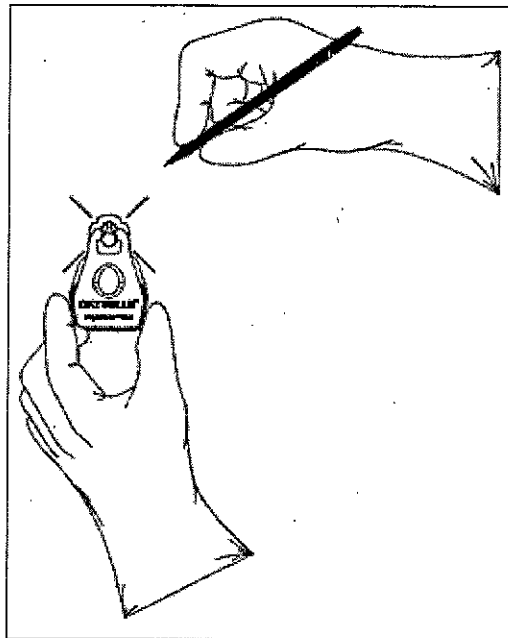

Figura 4
- Con el imán del MAGNA-FINDER™ centrado en el punto de inyección marque con un marcador quirúrgico en las muescas situadas en la base del MAGNA-FINDER™ (figura 4). Una vez realizadas estas marcas, eleve el dispositivo separándolo del paciente, utilizando el mismo marcador, enlace cuidadosamente los puntos/marcas opuestos con una línea, creando un retículo en cruz para la inyección. A continuación marque claramente el punto de intersección de las dos líneas perpendiculares. Éste es el lugar del punto de inyección MAGNA-SITE™